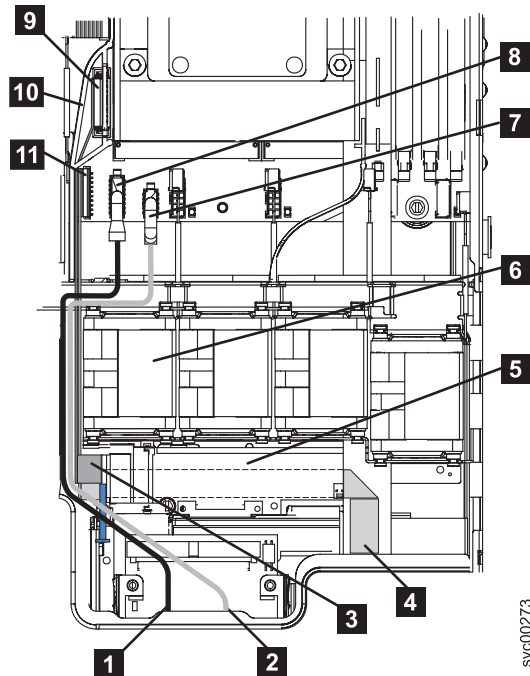

図 207. ビデオ、USB、および CD/DVD ケーブルのプラグを抜く方法
7. システム・ボードからビデオ・ケーブル **8**、USB ケーブル **7**、および CD/DVD ケーブル **9** のプラグを抜きます。これらのケーブルを完全に取り外す必要はありません。これらのケーブルのプラグを抜くと、ライト・パスのリボン・ケーブル **4** を操作しやすくなります。628 ページの図 207 の中で、ノードのフロントは図の下部にあります。